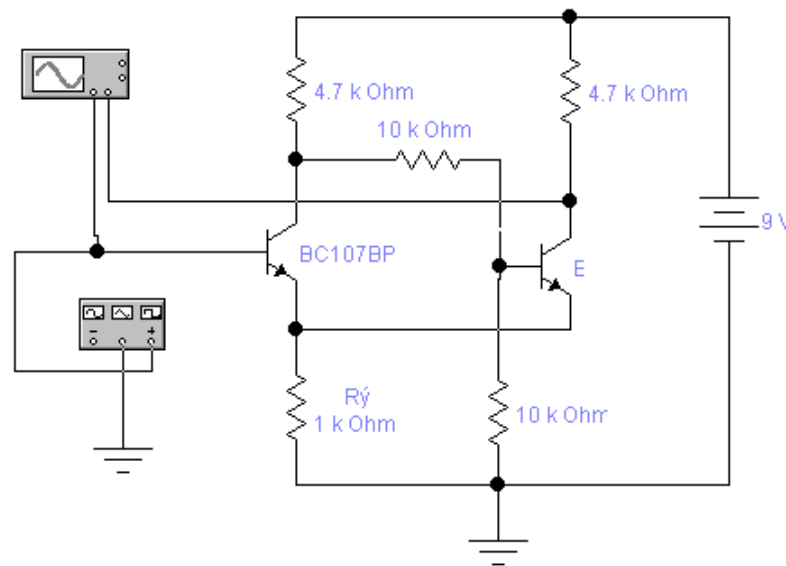

Рисунок 1 - Схема для исследования триггера Шмитта
1. Соберите схему для исследования триггера Шмитта (рисунок 1).